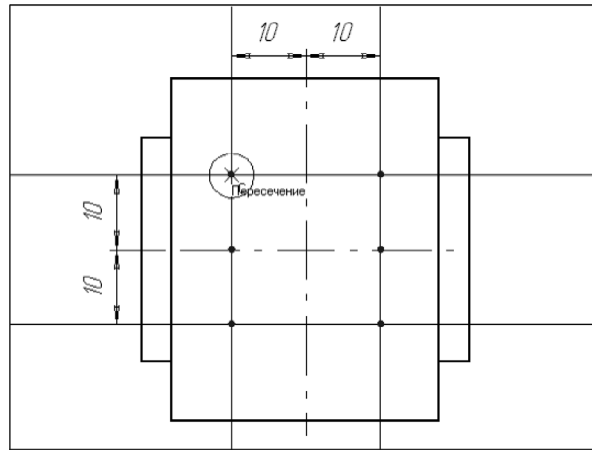

Рис. 11.12. Построение центров окружностей
Для определения положения центров окружностей следует построить четыре вспомогательные прямые, параллельные вертикальной и горизонтальной осевым линиям детали. Расстояния от базовых объектов до вспомогательных прямых должны быть равны 10 мм. Вспомогательные прямые необходимо построить по обе стороны от осевых линий (рис. 11.12).
1.5. В ответ на запросы системы **Укажите точку центра окружности или введите ее координаты** укажите построенные точки пересечений с помощью привязки **Пересечение** (рис. 11.12).